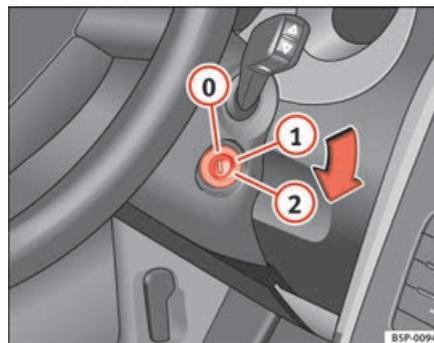

Fig. 100 Posições da chave da ignição
Nesta posição, ⇒ fig. 100 a ignição e o motor estão desligados, podendo bloquear a direcção.
- Rodar a chave da ignição para a posição ⇒ página 136, fig. 100 **1**. O indicador luminoso  acender-se-á em caso de pré-incandescência do motor.
- Rodar a chave da ignição para a posição ⇒ **página 136, fig. 100**